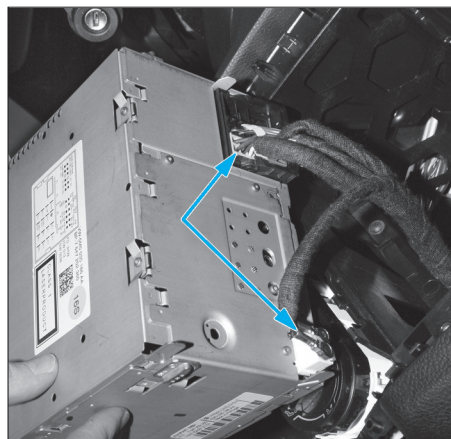

FIG. 39
- Débrancher les connecteurs de l'autoradio (Fig.39).